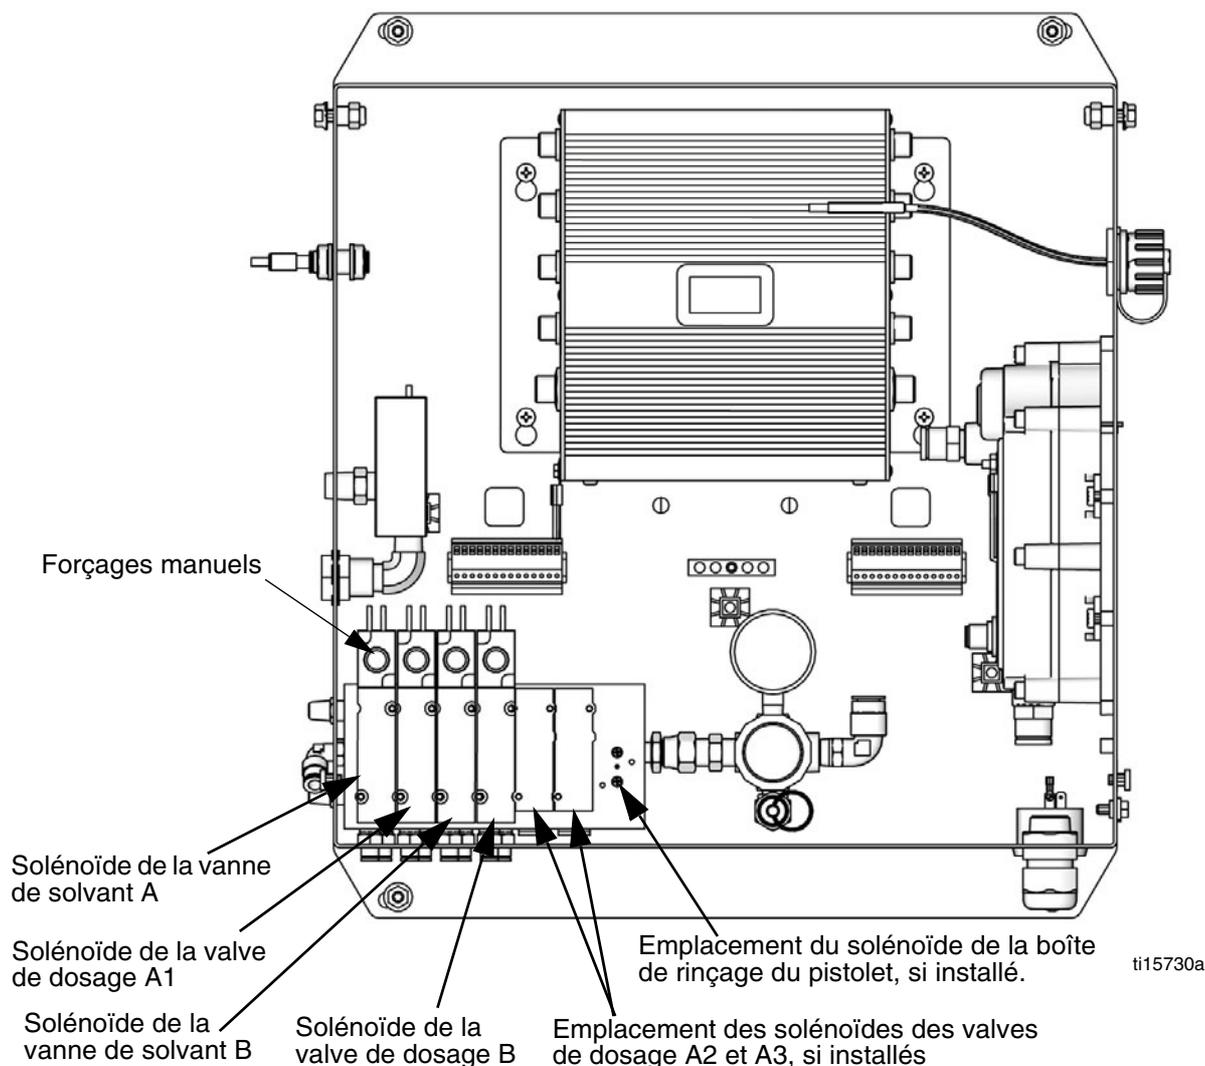

FIG. 23. Vannes solénoïdes du boîtier de commande
4. Tout en appuyant sur la gâchette, appliquez un forçage manuel sur les vannes solénoïdes de dosage A1 (A2, A3) et B pour relâcher la pression. Consultez la FIG. 23.
7. Tout en appuyant sur la gâchette, exercez un forçage manuel sur les vannes solénoïdes de solvant A et B pour relâcher la pression. Consultez la FIG. 23. Assurez-vous que la pression de solvant est égale à 0.